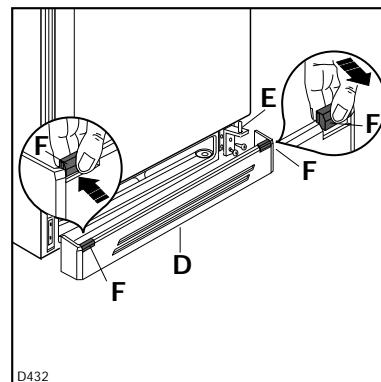

Fig. 3
Otez la grille d'aération (D-Fig. 3) qui est fixée par un ressort.
Démontez la charnière inférieure (E-Fig. 3) en dévissant les deux vis de fixation.
Vissez la charnière inférieure (E-Fig. 3) sur le côté opposé en utilisant les vis enlevées précédemment.
Détachez le cache (F-Fig. 3) de la grille de ventilation (D) et montez-le sur l'autre côté de l'appareil.